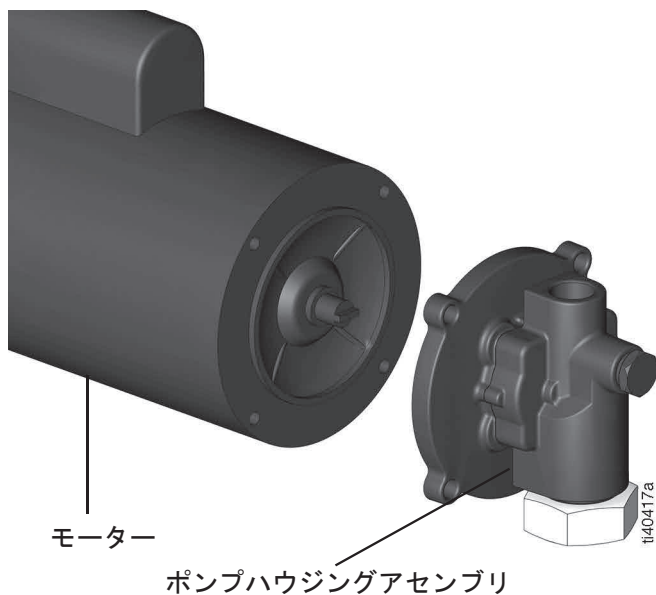

図 8
6. ポンプ ハウジング アセンブリをモーターから取り外します (図 8)。